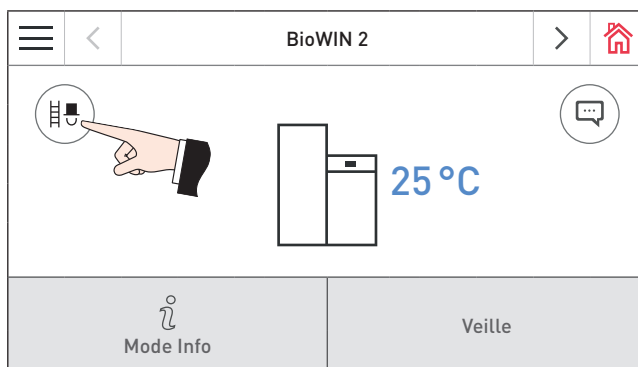

Fig. 18 Écran d'accueil BioWIN 2
- Appuyer sur le bouton Mode ramoneur  sur l'écran d'accueil le chaudière – Fig. 18.